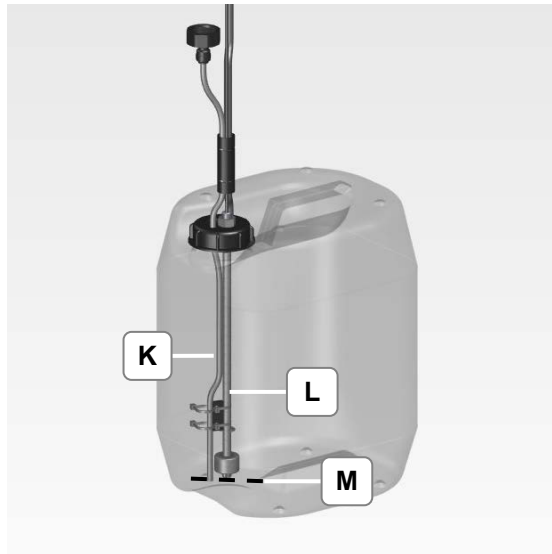

Bild 4.5.5: Wasserschlauch und Kabel
<p>Pumpbetrieb</p> <ul style="list-style-type: none">• Eine einwandfreie Funktion des Pumpenbetriebes ist gewährleistet, wenn Wasserschlauch (K) und Kabel (L) auf gleiches Niveau (M) eingestellt sind (Bild 4.5.5)